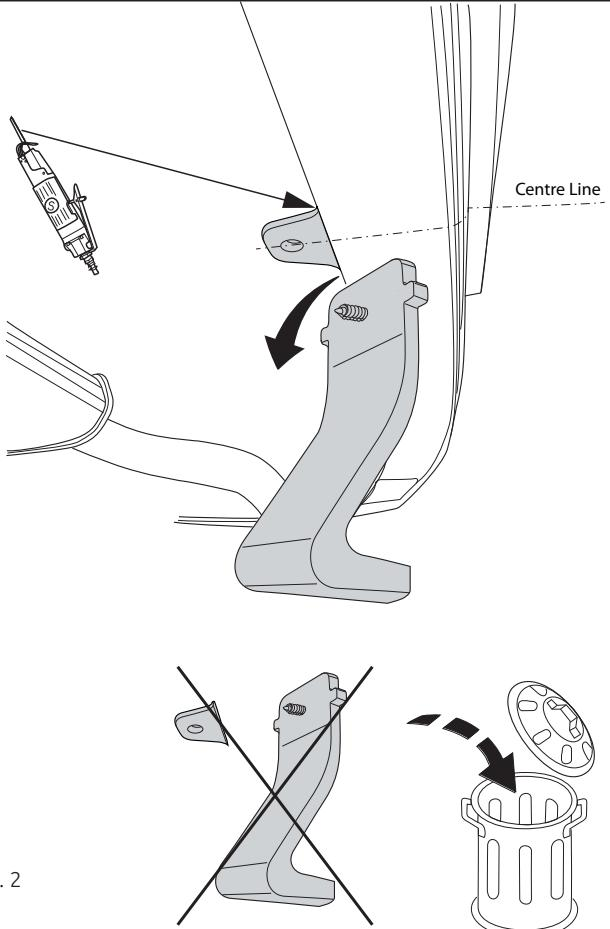

Fig. 2
2. Снять кронштейн бампера. Выпилить обозначенную часть, как указано на рис. 2.